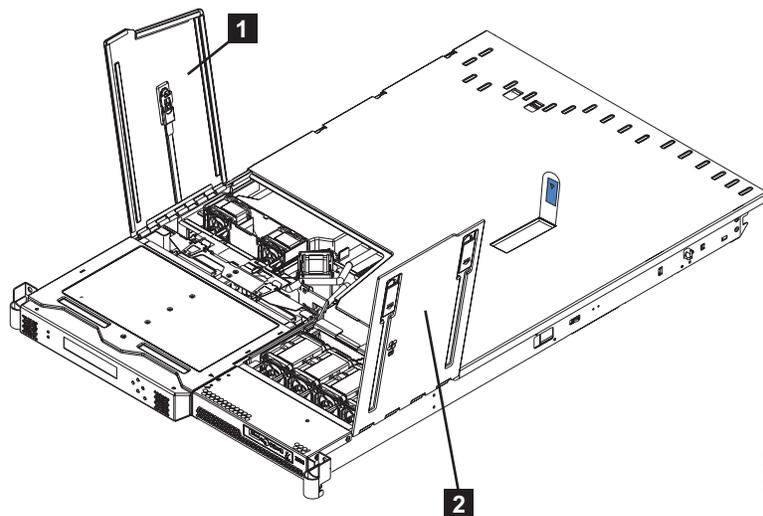

図 63. ファン・ドアを開いた状態の SAN ボリューム・コントローラー 2145-8F2 または SAN ボリューム・コントローラー 2145-8F4
3. ノードのファン・ドア A (図 63の **1**) を開きます。